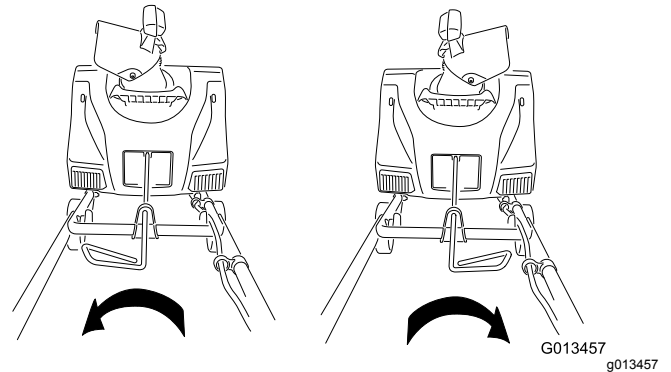

Figure 7
6. Agitez la poignée de la tige d'orientation pour vérifier qu'elle se déplace dans la même direction que la goulotte (Figure 7).
Pour régler la goulotte, déplacez la poignée de la tige d'orientation dans la direction où vous souhaitez éjecter la neige (Figure 6 et Figure 7).